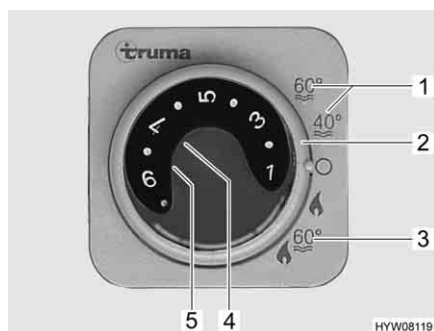

Fig. 122 Centralina di controllo per riscaldamento/boiler
Il boiler si accende dalla centralina di controllo (Fig. 122) con l'interruttore girevole (Fig. 122,2).
Durante il funzionamento invernale "Riscaldamento e boiler" (Fig. 122,3), accendendo il riscaldamento è riscaldata automaticamente anche l'acqua nel boiler. Quando il riscaldamento si spegne al raggiungimento della temperatura ambiente desiderata, il boiler continua a riscaldare l'acqua, fino a quando questa raggiunge la temperatura impostata.
Durante il funzionamento estivo (Fig. 122,1) l'acqua è riscaldata soltanto nel boiler fino a 40 °C o 60 °C. L'acqua si riscalda a 60 °C in ca. 25 minuti. La spia di controllo gialla (Fig. 122,5) si accende durante la fase di riscaldamento del boiler.
L'alimentazione di tensione per il boiler non può essere interrotta interrompendo l'alimentazione a 12 V sul pannello di controllo. A seconda del modello, in caso di guasto si accende la spia rossa di controllo (Fig. 122,4) sulla centralina di controllo (vedi capitolo 14).
- Sulla centralina di controllo (Fig. 122) posizionare l'interruttore girevole (Fig. 122,2) su "Funzionamento estivo" (Fig. 122,1).
La spia di controllo gialla (Fig. 122,5) si accende durante la fase di riscaldamento. Al raggiungimento della temperatura dell'acqua desiderata, la fase di riscaldamento termina e la spia di controllo gialla si spegne.
- Sulla centralina di controllo (Fig. 122) posizionare l'interruttore girevole (Fig. 122,2) su "O".
- Sulla centralina di controllo (Fig. 122) posizionare l'interruttore girevole (Fig. 122,2) su "O" oppure l'interruttore a levetta (Fig. 123,1) su "O".